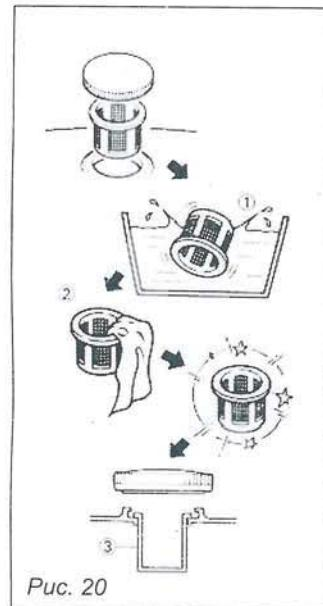

Рис. 20
8.5. Очистка фильтра бензобака (рис. 20).
- Открутите крышку бензобака и снимите сетчатый пластмассовый фильтр(1) бензобака, расположенный под крышкой бензобака.
- Промойте фильтр(1) растворителем и установите на место (3).